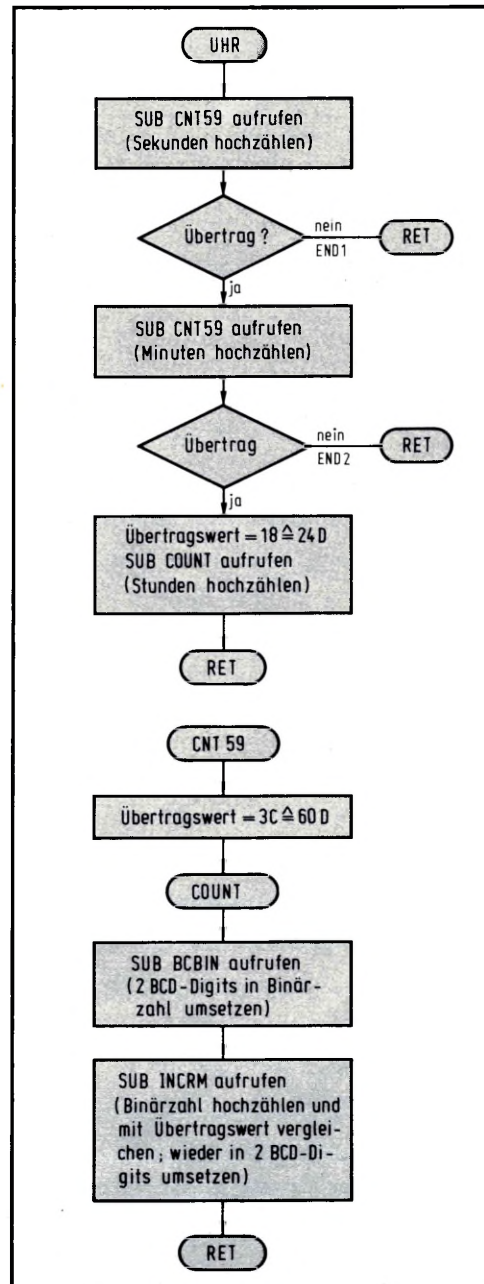
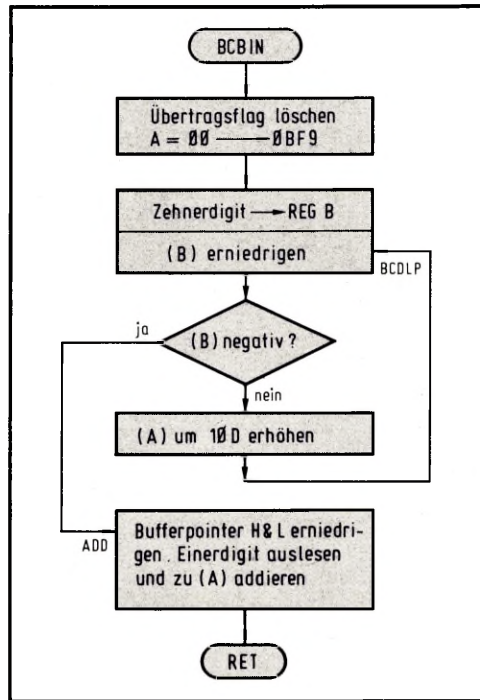
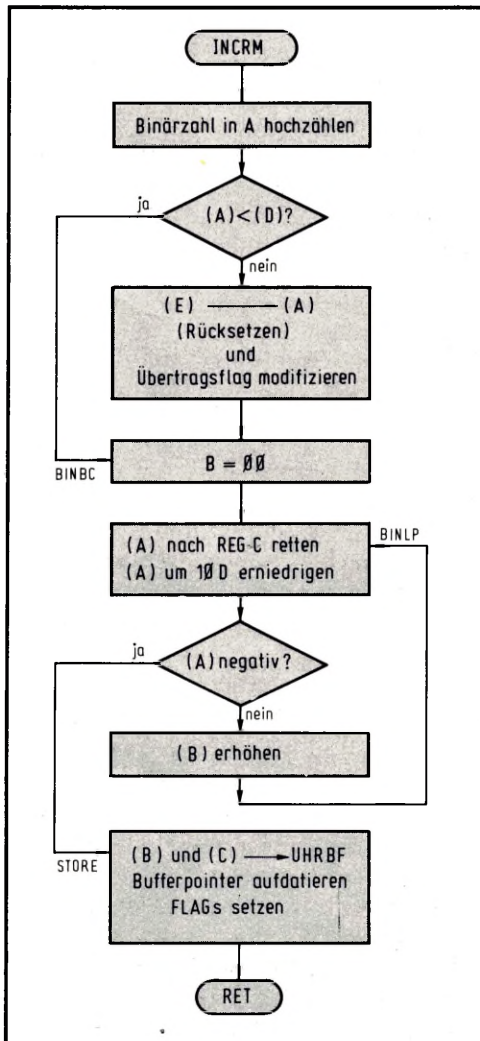

Bild 4: Unterprogramm UHR aktiviert ein weiteres Zähl-Unterprogramm CNT59 bzw. COUNT.
Bild 5: Die Binärumsetzung zweier BCD-Digits erfordert nur diese kurze Programmsequenz.
Bild 6: INCRM übernimmt das Hochzählen mit Vergleichen und BINBC die Rückwandlung in zwei BCD-Digits.
Das Unterprogramm UHR ist ein Musterbeispiel für eine universelle Struktur (Bild 4). Es ruft mehrfach nacheinander ein weiteres Zählprogramm CNT59 bzw. COUNT auf, das jeweils ein Paar BCD-Digits (also Sekunden oder Minuten oder Stunden) als Einheit behandelt. Dazu werden die beiden Digits in eine Binärzahl umgesetzt (weiteres Unterprogramm BCBIN), die vom nächsten Unterprogramm INCRM ganz einfach erhöht wird. Jetzt vergleicht INCRM die so entstandene Binärzahl mit dem Übertragswert, der vor dem Einsprung nach COUNT gesetzt worden ist; sind hochgezählter und Übertragswert gleich (z. B. Sekunden =  $3C \triangleq 60D$ ), wird die Binärzahl auf Null gesetzt, andernfalls bleibt sie erhalten. Nach dieser Prozedur (die sich im Mikrosekundenbereich abspielt) erzeugt INCRM aus der Binärzahl wieder zwei BCD-Digits, die zurück an ihren Platz im Uhrzeit-Buffer transportiert werden. Schließlich signalisiert INCRM dem übergeordneten Programm noch, ob ein Übertrag vorgelegen hat; denn dann (und nur dann) muß auch das nächsthöhere Digit-Paar noch hochgezählt werden.
Das Unterprogramm BCBIN wandelt ein BCD-Paar (Zehner plus Einer) in die entsprechende Binärzahl um, d. h. aus 01/05 (= 15 D) wird demnach 0F (Bild 5). Beim Einsprung steht in rp H&L die Adresse des BCD-Digits mit der Zehner-Wertigkeit. Das Löschen des Übertragsflags ist eine Vorbereitung für die spätere Rückwandlung (vgl. Bild 6). Die eigentliche Binärumsetzung geschieht nach folgendem Schema: Zehner-Digit holen und so lange (dezimal) Zehn abziehen, wie der Rest dabei nicht negativ wird; für jeden Subtraktionsvorgang summiert REG A (binär) Zehn (=0A) auf, und nach diesem Vorgang steht in A der Binärwert des BCD-Zehner-Digits. Dazu wurde einfach so oft die (binäre) Zehn (=0A) addiert, wie es das Zehner-Digit vorgab. Zählt man dazu nun noch das Einer-Digit hinzu, ist die Binärumsetzung abgeschlossen. Hätten Sie gedacht, daß eine geschwollene BCD/Binärumsetzung so einfach ist?
Das Unterprogramm INCRM zählt zunächst den in REG A stehenden Wert hoch (Bild 6); beim Einsprung stehen in REG D der Übertragungswert (also z. B.  $3C \triangleq 60D$  für Sekunden und Minuten) und in REG E der Anfangswert, auf den beim Überlauf zurückgesetzt werden soll (00 bei der Uhrzeit, 01 z. B. beim Kalendertag oder Monat). Nach dem Hochzählen erfolgt der Vergleich mit REG D (Übertragungswert), der ohne Auswirkungen bleibt, solange  $(A) < (D)$  ist. Bei Erreichen des Übertragungswertes passieren zwei Dinge: Erstens wird A mit dem Anfangswert aus E geladen (= zurückgesetzt) und zweitens wird das Übertragsflag modifiziert; es zeigt dem übergeordneten Programm durch einen Wert  $\neq 0$  an, daß während des aktuellen Zählvorgangs ein Überlauf aufgetreten ist (vgl. Bild 4). In A steht demnach in jedem Fall die aufdatierte